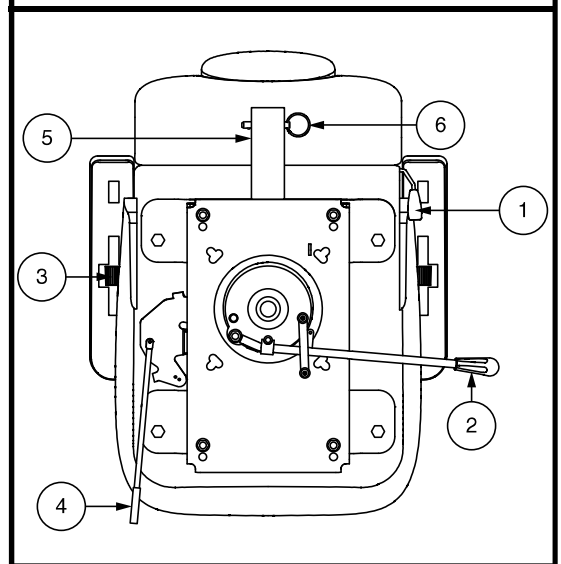

Abb. 19. Sitzeinstellungen
Um die verstellbare Rückenlehne einzustellen, befolgen Sie diese Schritte. **Siehe Abb. 19.**
1. Zum Entriegeln des Sitzes den Sitzverschluss je nach Sitztyp entweder nach oben ziehen oder nach vorne schieben. **Siehe Abb. 19.**
Der Armlehnenwinkel Ihres Elektromobils kann nach oben oder nach unten verstellt werdendurch das Drehen der Einstellscheiben. **Siehe Abb. 19.**
1. Drehen Sie den Hebel zur Verstellung der Sitzposition nach aussen. **Siehe Abb. 19.**
Die Zubehörhalterung am Heck ermöglicht es Ihnen, persönliche Zubehörkomponenten wie Korb, Gehhilfe oder Sauerstofftank hinter dem Elektromobil anzubringen. Verwenden Sie den Sicherungsstift, um das Zubehörteil sicher an der Halterung zu befestigen. **Siehe Abb. 19.** Für weitere Informationen wenden Sie sich an Ihren Vertragshändler.